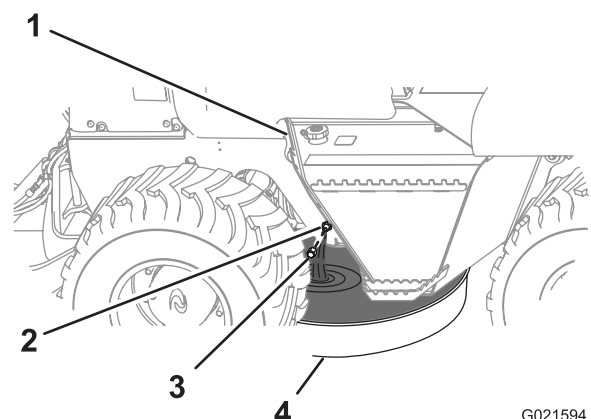

Figure 43
3. Placez un bac de vidange d'au moins 8,4 l sous le raccord de vidange d'huile moteur (Figure 43).
4. Enlevez le bouchon du raccord de vidange et vidangez complètement l'huile moteur (Figure 43).
6. Remettez le bouchon sur le raccord de vidange (Figure 43).
1. Enlevez le bouchon de remplissage d'huile du goulot de remplissage en le tirant vers le haut (Figure 43).